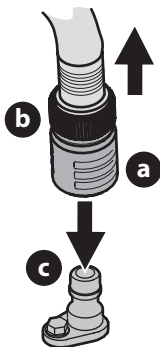

Figure 29
- Tirez sur le collier d'arrêt (a) de l'adaptateur (b) pour retirer l'adaptateur (b) de l'embout du système de nettoyage du plateau de coupe (c). Relâchez le collier d'arrêt pour fixer l'adaptateur sur l'embout du système de nettoyage (Figure 29).